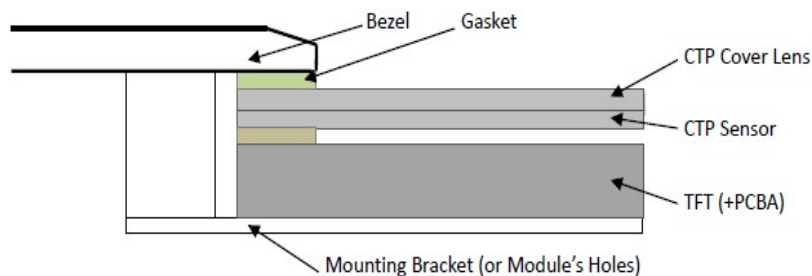

Figure1
7.1 Bezel Mounting (Figure 1)
7.1 面框安装（附图 1）